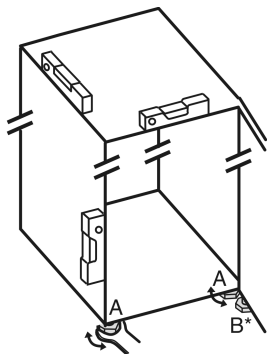

Fig. 5
- ▶ Išsukite reguliavimo kojeles Fig. 5 (A) pridėdamu veržliarakčiu ir naudodami gulsčiuoką, kol prietaisas stovės tvirtai ir lygiai.
- ▶ Išsukite reguliavimo kojelę Fig. 5 (B) atraminėje gembėje, naudodami pridėdamą veržliarakčį, kol ji priglus prie žemės.
- ▶ Pasukite reguliavimo kojelę Fig. 5 (B) dar 90°.